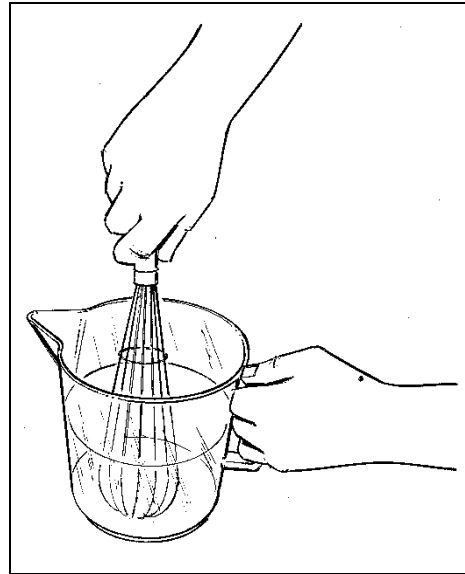

Fig. 2
- Diluer et mélanger, dans un récipient à part, le produit avec de l'eau ou du lait selon les instructions du producteur (voir figure 2).